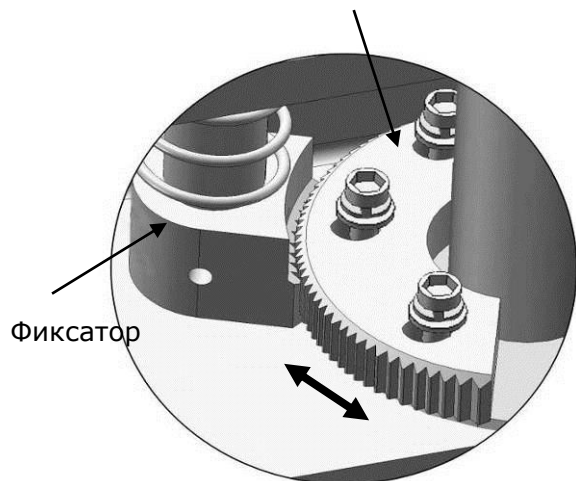

Рис. 37
3. Отрегулируйте положение фиксатора (См. рис. 37).